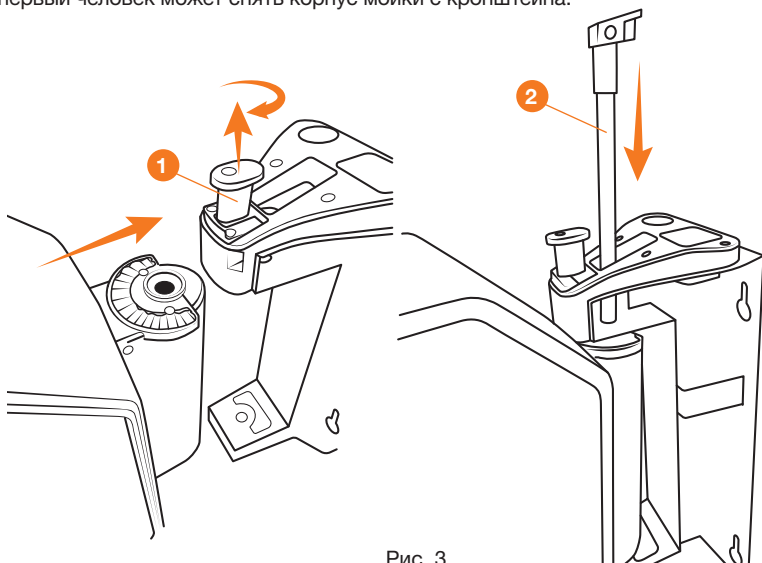

Рис. 3
- Потяните вверх селектор **1** и поверните его по часовой стрелке на 90 градусов для его фиксации в верхнем положении (рис. 3).
- Поднимите селектор **1** на металлическом кронштейне и поверните его по часовой стрелке, зафиксировав в верхнем положении (рис. 3).